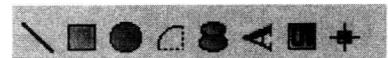

图 1-12 画图工具
5) 用图 1-12 所示画图工具中的 工具在图中添加文字。